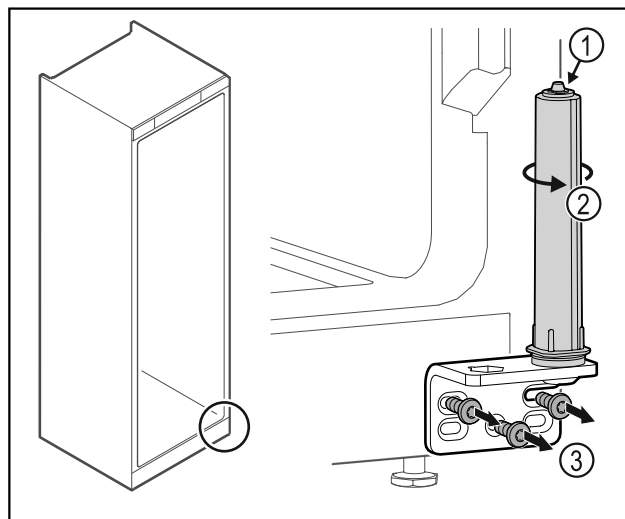

Fig. 51
- ▶ Ikke ta fra hverandre dørlukkesystemet Fig. 51 (1).
- ▶ Dreii på lukkesystemet Fig. 51 (2) til det sier klikk.
- ▶ Skru av hengselvinkelen Fig. 51 (3).